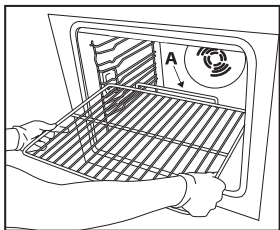

Fig. 1
1. Introduza a grelha na horizontal, com a parte "A" virada para cima (Fig. 1).